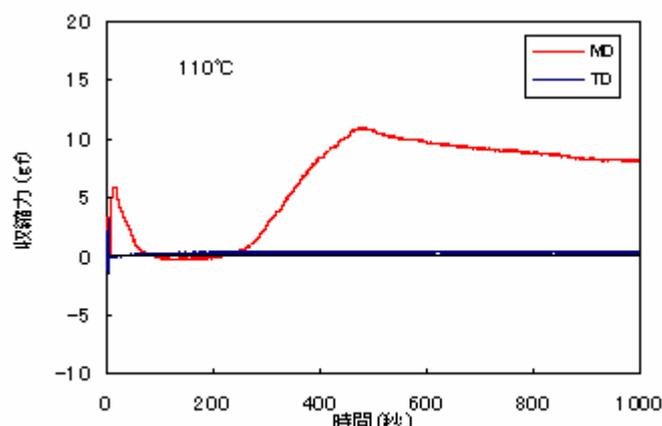

図 2. 収縮挙動  $T_g$  以上
- ・ 110℃ ガラス転移温度  $T_g$  (約 90℃) 以上 図 2
#### ガラス転移温度以上の場合(図 2)